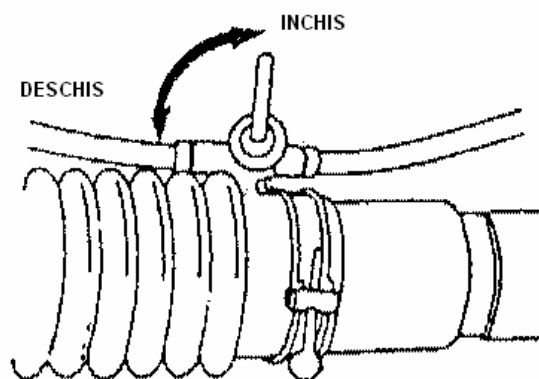

Fig. 8
- 1) În timpul pulverizării, când adăugați pesticidul, întrerupătorul trebuie să fie închis, așa cum este indicat în Fig.8.